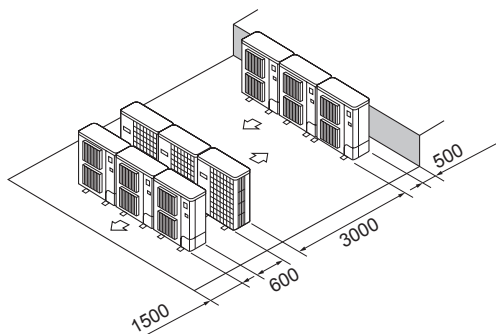

Fig. 2-17
- ⑥ Πολλαπλή παράλληλη διάταξη μονάδων (Fig. 2-17)